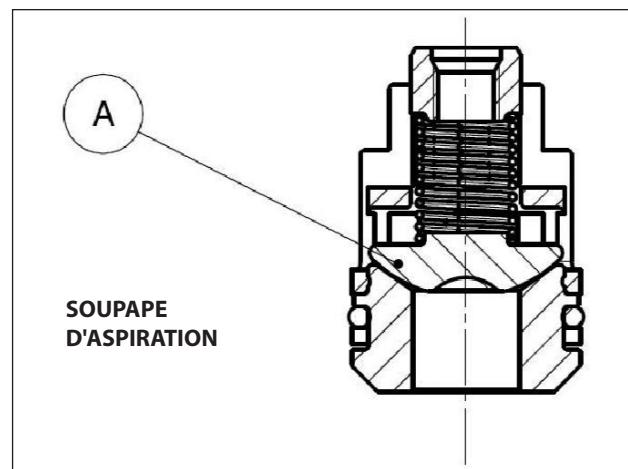
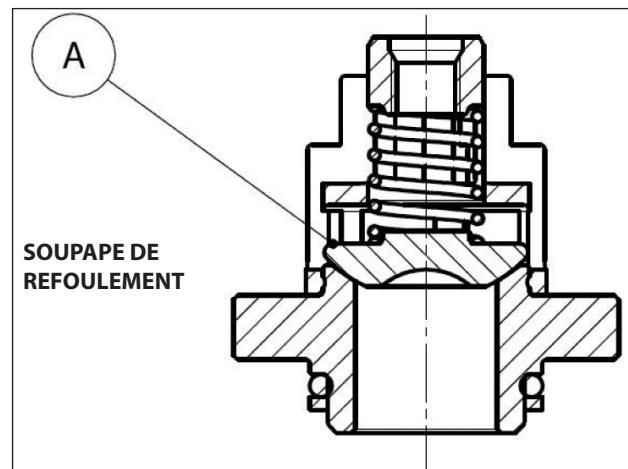

Fig. 26
Fig. 27
- 2. Pour la version HF18, faire également attention à ne pas inverser les soupapes sphériques d'aspiration avec celle de refoulement « A » (Fig. 26, Fig. 27), rep. vue éclatée 46, en suivant les explications figurant au chapitre 16 du *Manuel d'utilisation et entretien*.**